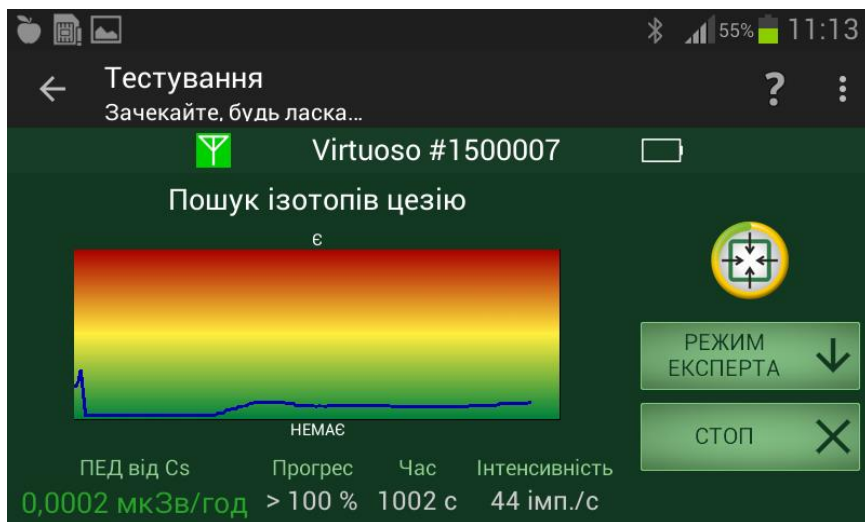
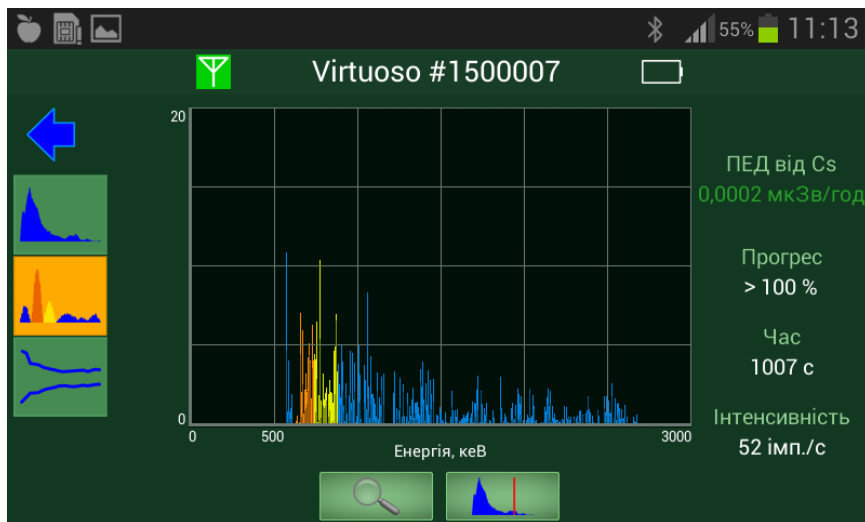

Рисунок 2.49 – Відсутність радіоцезію
Рисунок 2.50 – Спектр при відсутності радіоцезію
2.6.3.7 При відсутності випромінення радіоцезію ви побачите наступний вигляд індикатора «С-Немає» і значення ПЕД = X,XXXX мкЗв/год (див. рис. 2.49). Спектр буде мати приблизно наступний вигляд (див. рис. 2.50).